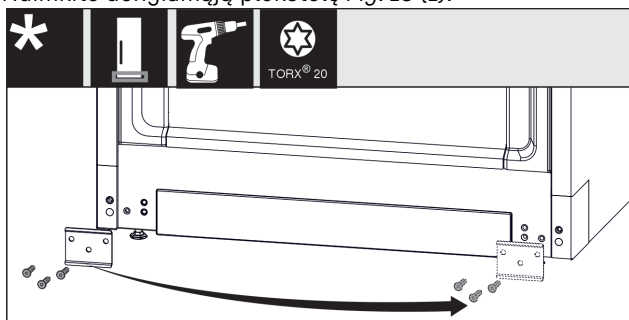

Fig. 19
- ▶ Atsukite skydelį Fig. 19 (1), perkelkite į kitą pusę ir prisukite vėl.